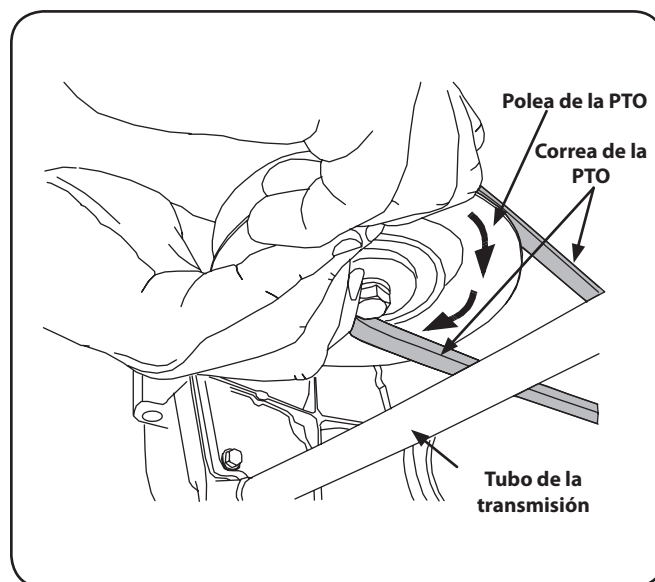

Figura 7-5
- d. Mientras sostiene la correa hacia abajo, siga girando la polea de la PTO hasta que la correa se deslice fuera de la polea. Consulte la Figura 7-5.
- Tire del lado derecho de la correa hacia atrás y coloque el lado V angosto de la correa en la polea de la PTO. Vea la Figura 7-5.
- Mientras sostiene la correa y la polea juntas, rote la polea hacia la izquierda (Vea la Figura 7-5). Siga sosteniendo y rotando la polea y la correa hasta que la correa se enrolle totalmente en la polea de la PTO.